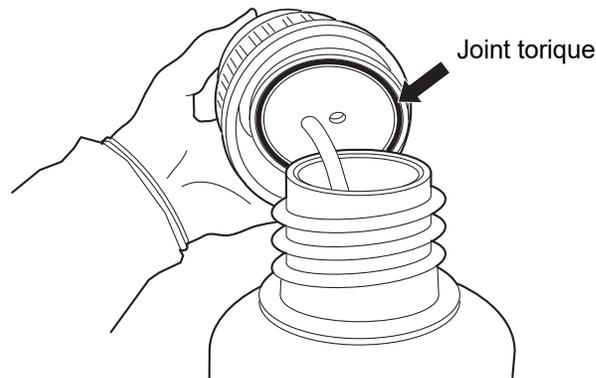

Figure 8-11 Inspecter le joint torique du bidon d'évacuation des déchets
4. Avant de le refixer, examiner le joint torique à l'intérieur du bouchon du bidon d'évacuation des déchets pour s'assurer qu'il ne contient pas de débris. Voir Figure 8-11.